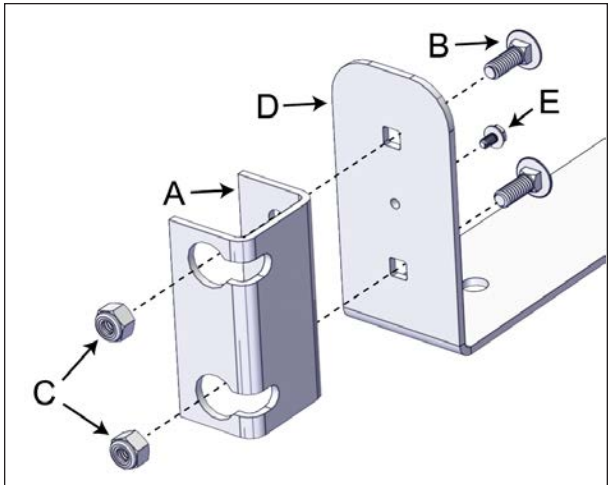

FIGURE 22: INSTALLATION DES INTERFACES SUR LE LIEN D'ENTRÉE DU SPA
12. Installer les interfaces d'accouplement sur le lien qui s'installe entre les profilés en U courts de l'entrée du spa, voir Figure 22.
13. Aligner l'une des interfaces avec les trous à chaque extrémité du lien d'entrée du spa. Fixer avec les vis de carrosserie de 1/4 po x 3/4 po et les écrous avec insertion de nylon de 1/4 po à l'aide d'une clé à rochet et une douille de 11 mm (7/16 po). Il y a une interface de chaque côté du lien d'entrée du spa, voir Figure 22.
extrémité du lien d'entrée du spa, voir Figure 22.